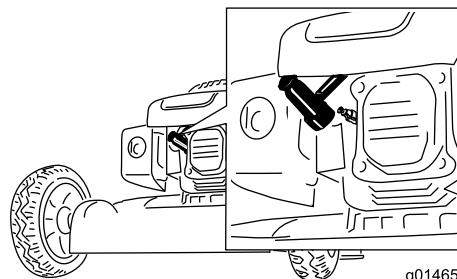

Figura 21
- Desconecte el cable de la bujía (Figura 21).